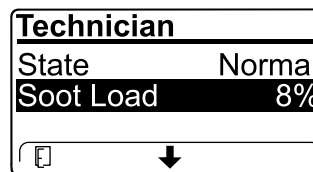

Figura 46
- Veja a carga de fuligem que é medida como percentagem de fuligem no DPF (Figura 46); consulte a tabela de carga de fuligem.